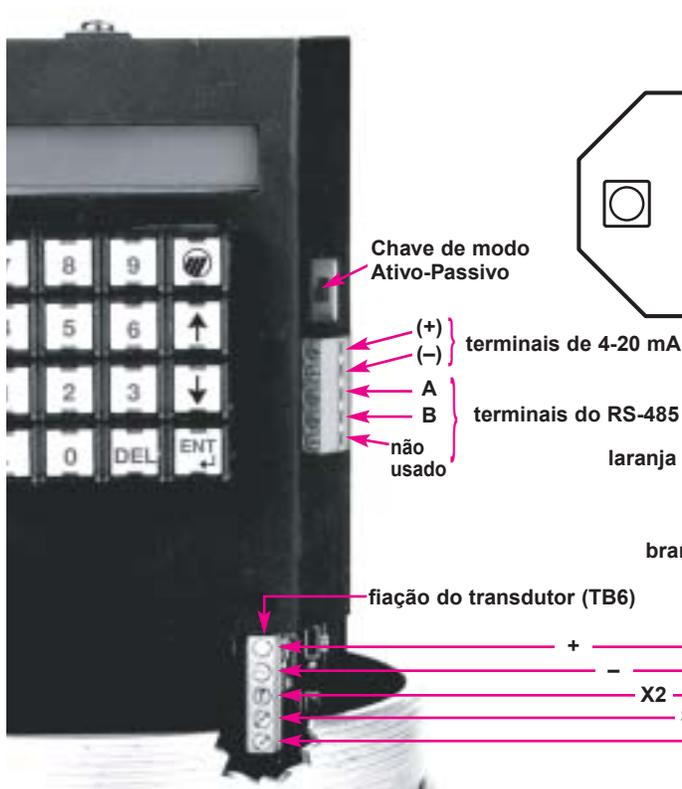

Figura 5
Um par trançado com shield deve ser usado para a saída de 4-20 mA. As conexões + e - são feitas na borneira à direita do teclado de 16 teclas, conforme mostrado na Figura 5 na página 8. O shield é conectado com um conector fêmea a um conector localizado na base do invólucro, logo abaixo das conexões do sensor. O circuito é opto-isolado, tem saídas não aterradas e pode conduzir uma carga de 1000 ohms.
NOTA: A saída pode ser 4-20 mA ativa ou passiva. No modo passivo, o cliente deve fornecer alimentação em circuito fechado. A Figura 5 na página 8 mostra a chave do modo Ativo/Passivo.
Para a instalação do RS-485 deve ser usado um par trançado com shield. As conexões de "A" e "B" são feitas na borneira à direita do teclado de 16 teclas, conforme mostrado na Figura 5 da página 8. O shield é conectado com um conector fêmea a um conector localizado na base do invólucro, logo abaixo das conexões dos sensor.
4. Conecte o fio "A" do conversor da sala de controle ao terminal marcado com "A" na borneira do RS-485, localizada à direita do teclado de 16 teclas, conforme mostrado na Figura 5.
5. Conecte o fio "B" do conversor da sala de controle ao terminal marcado com "B" na borneira do RS-485, localizada à direita do teclado de 16 teclas, conforme mostrado na Figura 5.